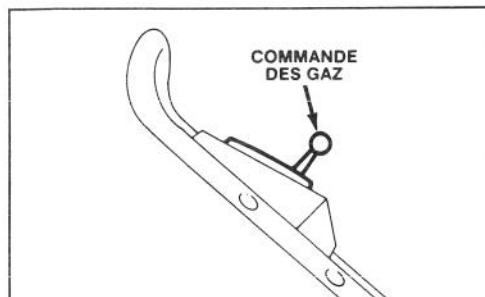

Figure 8
1. COMMANDES (Fig. 8) — La commande des gaz se trouve sur le mancheron supérieur.
2. DEMARRAGE (Fig. 8) — Branchez le fil métallique sur la bougie d'allumage. Placez la commande des gaz sur CHOKE. Couvrez l'orifice au centre de l'amorceur avec le pouce et appuyez une seule. Tirez le démarreur et réglez la commande des gaz selon le besoin quand le moteur démarre.
3. ARRET (Fig. 8) — Placez la commande des gaz en position OFF/ARRET pour arrêter le moteur et la lame. Débranchez le fil métallique de la bougie si la tondeuse n'est pas en service ou n'est pas surveillée.